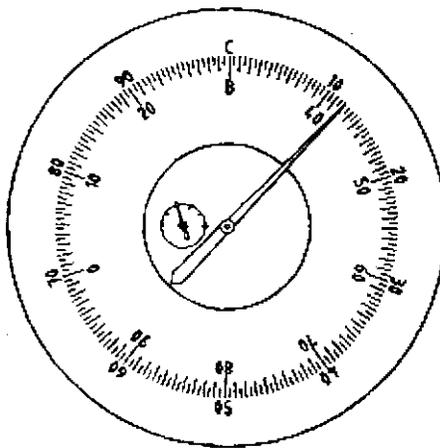

Рисунок 20
4) Потяните ручку нагрузки **2** плавно без рывков, согласно направлению на корпусе прибора (приблизительно 4 секунды) к положению предела (см. Рис. 15)., произойдет нагружение до основной нагрузки, и большая стрелка начнет вращение (см. Рис. 20).